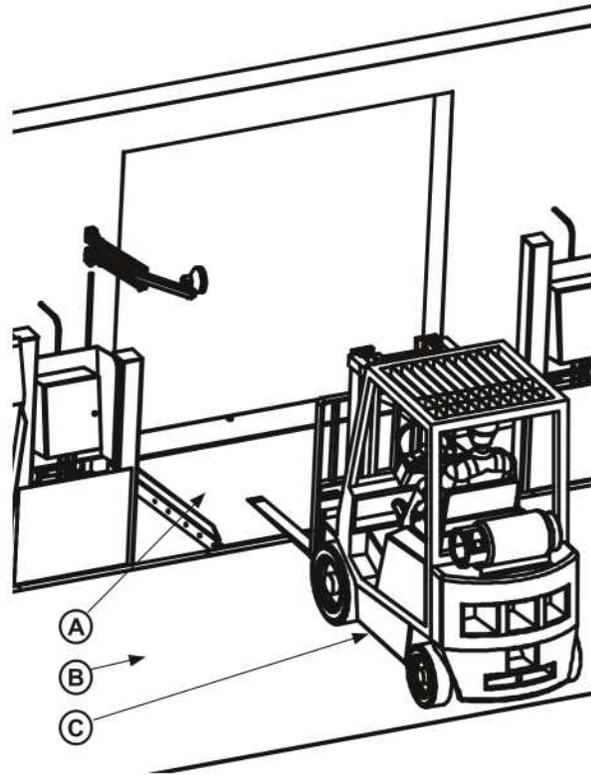

Figura 22
a. Siga la secuencia de operación del equipo de muelle para permitir que opere el nivelador. Luego mantenga presionado el botón BAJAR hasta que la plataforma esté nivelada con el piso del muelle. Consulte la **Figura 22**.
b. Asegúrese de que la plataforma baje hasta el piso de la fosa, mientras se mantiene de pie en la plataforma o conduce el montacargas lentamente hasta que las ruedas delanteras estén sobre ella. Consulte la **Figura 22**. Si la plataforma no llega al piso de la fosa, verifique el ajuste de la horquilla para permitir un desplazamiento adecuado. Consulte las páginas 18 a 19.